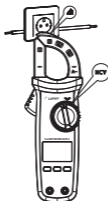

Bild 5
6. Kontaktfri detektering av elektriskt fält (AC) (NCV, bild 5)